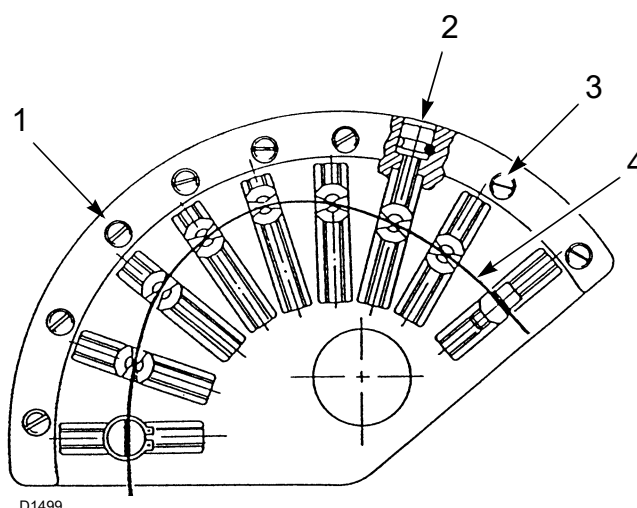

Abb. 36
Das Ausgangsprofil des Nockens 1)(Abb. 36) durch Drehen der Schrauben 2)(Abb. 36) schrittweise ändern.
Den Übergang von einer Position zur nächsten erhält man, indem der Wählschalter 2)(Abb. 36) am Zeichen (+) oder (-) gedrückt gehalten wird.
Für eine bessere Wiederholbarkeit der Einstellung die Drehung der Nockeneinheit stoppen, wenn das obere Lager, das am Profil 4)(Abb. 36) gleitet, mit einer der Stellschrauben 2) (Abb. 36) übereinstimmt.
Die vorher ausgewählte Schraube 2)(Abb. 36) ein- oder ausschrauben, um den Luftdurchsatz zu erhöhen oder zu verringern und ihn so an den entsprechenden Gasdurchsatz anpassen.
Nach erfolgter Einstellung der Leistungswerte (maximale, durchschnittliche und Zwischenleistungen) ist es wichtig, alle Einstellschrauben der Luft 2)(Abb. 36) mit den Sperrschrauben 3)(Abb. 36) zu arretieren, damit sich die Kalibrierpositionen von Luft-Heizöl nicht verstellen können.
Legende (Abb. 36)
die Einstellschrauben 2) (Abb. 36) betätigen, nachdem die Schrauben 3)(Abb. 36) gelockert wurden.
- Nehmen Sie die Einstellung des Luftdurchsatzes mittels Regelung des Nockens mit variablem Profil durch Drehen an den Schrauben 2)(Abb. 36) vor.
- Vergessen Sie nach Erzielung der optimalen Einstellung nicht, die Stellschrauben der Nockenprofile mit den Schrauben 3)(Abb. 36) festzuziehen.